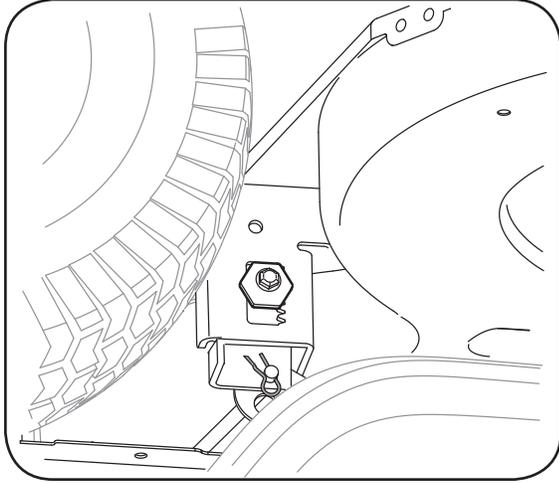

Figure 6-3
4. Placez-vous sur la gauche du tracteur et localisez la goupille de support du plateau de coupe sur le côté arrière gauche du plateau de coupe. Voir la Figure 6-3.